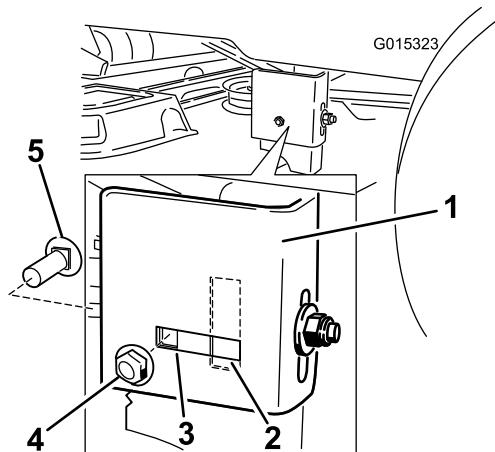

Figura 50
- Vaya al lado izquierdo de la máquina. Compruebe si el perno de cuello cuadrado lateral está en la posición fija o ranurada (Figura 50).